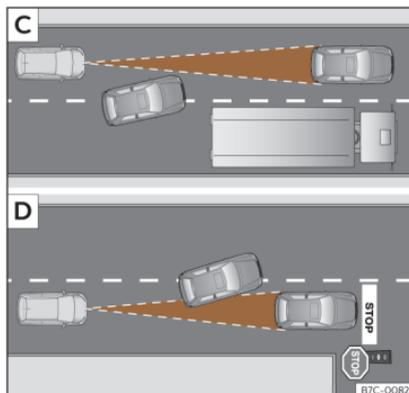

Fig. 158 **C** Veicolo che cambia corsia. **D** Veicolo che sterza e altro veicolo fermo.
- Veicoli che cambiano corsia sulla quale state circolando a breve distanza dal vostro veicolo >>> **fig. 158** **C**.
L'ACC non rileva veicoli fermi. Se, ad esempio, un veicolo rilevato dall'ACC effettua una svolta o si sposta e di fronte ad esso si trova un veicolo fermo, l'ACC non reagirà a tale veicolo» **fig. 158** **D**].